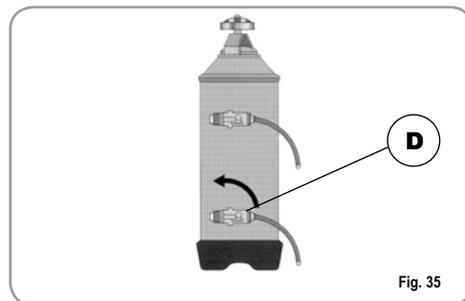

Fig. 35
- 3) Riportare quindi la leva D verso sinistra (Fig. 35).